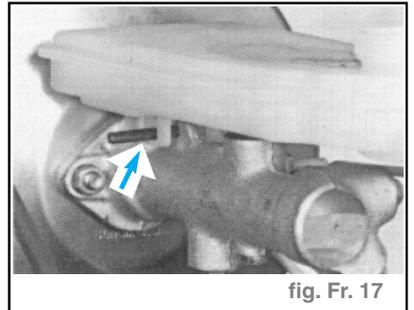

fig. Fr. 17
- Désolidariser au préalable l'axe de finition du réservoir au maître-cylindre, après quoi, procéder au démontage du réservoir en le tirant vers le haut. (fig. Fr. 17)